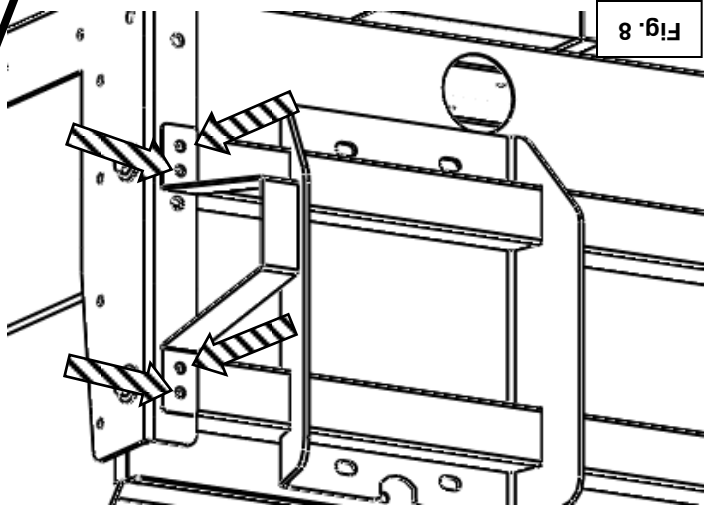

Fig. 8
9. Depuis l'arrière du support de fixation latérale, percez des trous avec une mèche de 5/32 po dans le support de fixation arrière, et installez une cale murale au moyen de (4) vis 10-24 x 1/2 po, tel qu'illustré à la fig. 8. Répétez de l'autre côté du système de fixation.